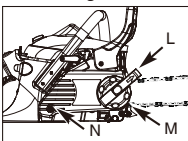

Fig. 3G
12. Lås skruen (N) stramt, og følg trinn 13 for å justere kjedespenningen.
13. Vri spenningsringen stramt med klokken (M); trekk ut kontrollknappen etter pilens retning (L) som skal være med klokken og dytt deretter kontrollknappen tilbake. (Fig. 3G)